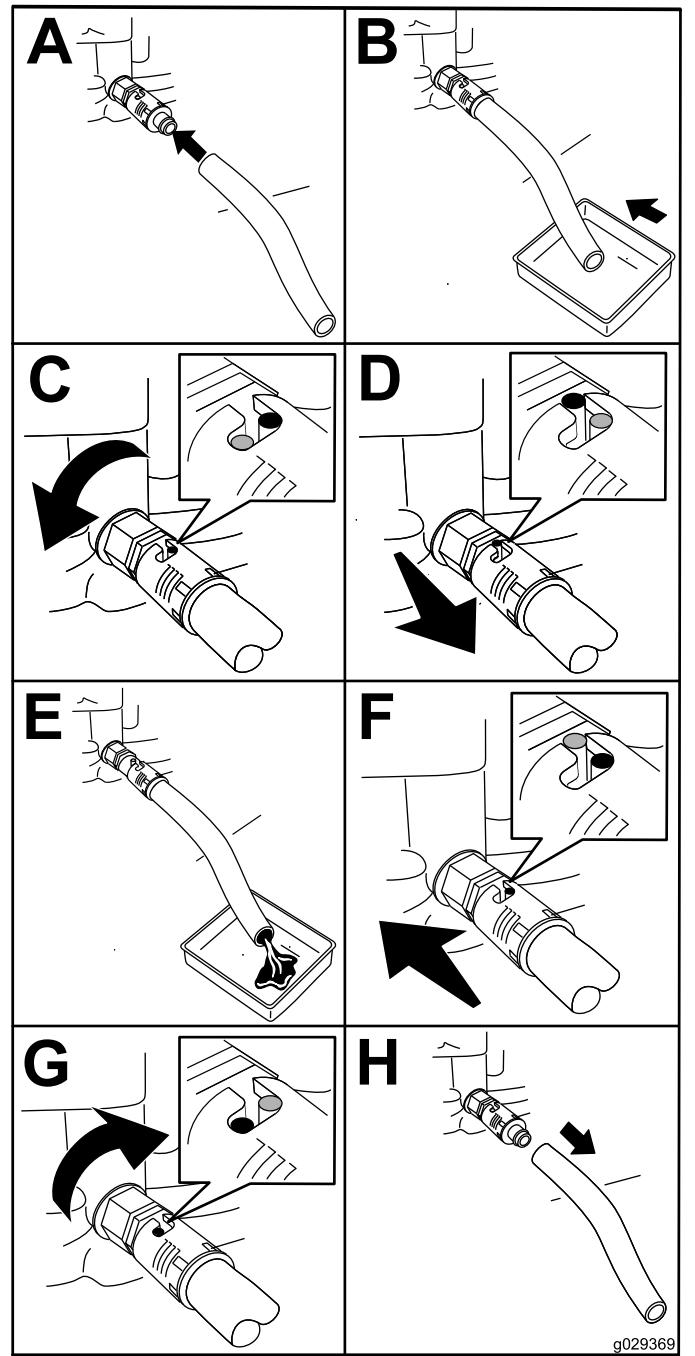

Bild 29
1. Stecken Sie den Ablassschlauch auf das Ablassventil (**Bild 29**).
2. Legen Sie das andere Schlauchende (**Bild 29**) in eine Auffangwanne mit 1 l Fassungsvermögen.
3. Drehen Sie das Ölablassventil um eine Viertelumdrehung gegen den Uhrzeigersinn, und lassen Sie das Motoröl vollständig ablaufen (Bild 29).
4. Drehen Sie das Ölablassventil zum Schließen um eine Viertelumdrehung im Uhrzeigersinn (Bild 29).
5. Entfernen Sie den Ablaufschlauch (Bild 29), und wischen Sie verschüttetes Öl auf.